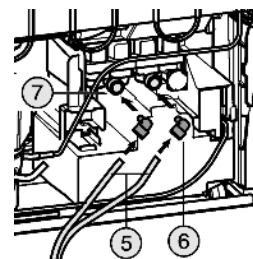

Fig. 13
- ▶ Вдвиньте шланги Fig. 13 (5) в установочные уголки Fig. 13 (6) до упора, прим. 17 мм.
- ▶ Установочные уголки Fig. 13 (6) со шлангом вдвиньте до упора в оба подключения электромагнитного клапана Fig. 13 (7).